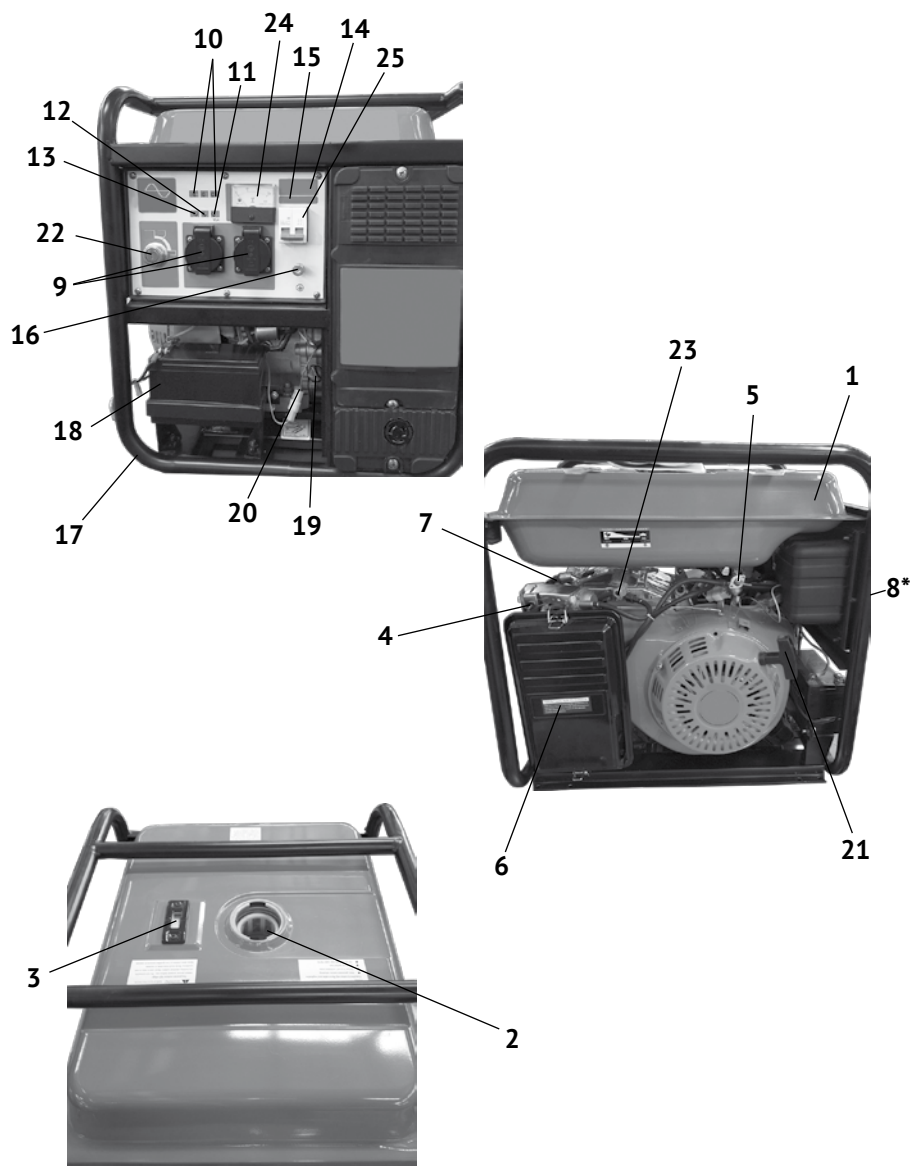

рис.1
Коленчатый вал, приводимый во вращение возвратно-поступательными движениями поршня двигателя, передаёт крутящий момент на вал якоря генератора. Передача осуществляется через коническое сопряжение ротора генератора и вала двигателя. При этом образуется самоцентрирующаяся трёхопорная схема соединения. С обмоток статора генератора напряжение подводится: через систему стабилизации на розетки переменного тока 220В (рис.1 поз.9) или через выпрямительный блок на розетку постоянного тока (рис.1 поз.14). Инверторный преобразователь позволяет бензогенератору выдавать энергию с максимально стабильными параметрами, что позволяет использовать его для питания чувствительных электроприборов и электроники.
2.4 Общий вид бензогенератора представлен на рис.1
3.2 Бензогенератор оснащён одноцилиндровым четырёхтактным двигателем внутреннего сгорания с верхним расположением клапанов и нижним расположением коленчатого вала. Верхнее расположение клапанов снижает теплонапряжённость двигателя. При этом достигается более высокая выходная мощность в меньшем рабочем объёме при эффективном сгорании топлива. Двигатель имеет карбюраторную систему питания. Смазка осуществляется разбрызгиванием масла в картере. Пуск двигателя осуществляется или ручным тросовым возвратным стартёром (рис.1 поз.21) или ключом замка зажигания (рис.1 поз.22) электрического стартера.
3.4 Двигатель и генератор закреплены на трубчатой раме (рис.1 поз.17) через амортизаторы, что снижает вибрацию аппарата и уменьшает уровень шума при работе. Все элементы бензогенератора имеют удобный доступ для обслуживания и ремонта.
4.2.3 Обеспечение требований электробезопасности: эксплуатация бензогенератора должна производиться в строгом соответствии с требованиями «Правил техники электробезопасности при эксплуатации электроустановок». Электрическая сеть подключения потребителей относится к системе с изолированной нейтралью, предусматривающей защитное заземление открытых токопроводящих частей корпуса. В зависимости от местных условий (состав грунта, его влажность и т.п.) изменяется качество заземления. Во всех случаях защитное заземление должно иметь сопротивление не более 4-х Ом. Во время работы бензогенератора его клемма заземления (рис.1 поз.16) должна быть подсоединена к заземлителю. Практически это требование может быть реализовано следующими способами:
Выкрутите пробку-щуп (рис.1 поз.19) из маслозаливной горловины и залейте в картер масло необходимой марки до нижнего края горловины, как показано на рис.2. Вставьте сухой чистый щуп в горловину картера и выньте его. Проверьте уровень масла: граница смоченной области щупа должна располагаться между отметками минимального и максимального уровней.
При выборе масла руководствуйтесь требованиями эксплуатационной документации и указаниями по применению конкретного типа масла его производителем. При уровне масла ниже минимально допустимого загорается индикатор (рис.1 поз.11) на панели управления и срабатывает блокировка двигателя при включении зажигания.
Открутите крышку топливного бака (рис.1 поз.1). Заливайте бензин в топливный бак не более чем на 1 см ниже уровня основания заливной горловины (рис.1 поз.2). Перед запуском двигателя тщательно протрите крышку бензобака, удалив возможные при заправке брызги топлива.
6.1.1 Отключить всех потребителей переменного и постоянного тока от генератора. Перевести автоматический выключатель (рис.1 поз.25) в положение «ВЫКЛ».
- перевести замок зажигания (рис.1 поз.22) в положение «ВКЛ»;
- открыть топливный кран (рис.1 поз.5);
- вытянуть на себя рычаг воздушной заслонки (рис.1 поз.4) в положение «закрыто» при пуске холодного двигателя (для прогретого двигателя рычаг устанавливается в промежуточном положении);
- резко, с усилием потяните рукоятку стартера (рис.1 поз.21) до упора, повторите действие ещё раз, если двигатель не завёлся.
- включение двигателя электрическим стартером производится поворотом ключа замка зажигания (рис.1 поз.22) в положение «ПУСК». Поверните ключ и удерживайте, пока двигатель не заведётся. Не удерживайте ключ электростартера более 5 сек. Если двигатель не запустился: отпустите ключ зажигания, до возврата в положение «ВКЛ.», выждите 10 сек., затем снова переведите в положение «ПУСК». После запуска двигателя отпустите ключ зажигания для обеспечения его самовозврата в среднее положение «ВКЛ.».